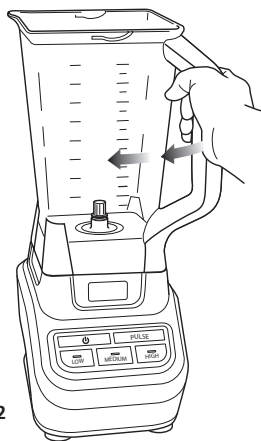

Fig. 2
- 3 Faites pivoter le pichet vers la gauche jusqu'à la butée. En pivotant, le pichet s'abaisse sur le bloc-moteur et les languettes de sécurité inférieures du pichet se glissent sous les languettes supérieures du bloc-moteur. (Fig. 2)